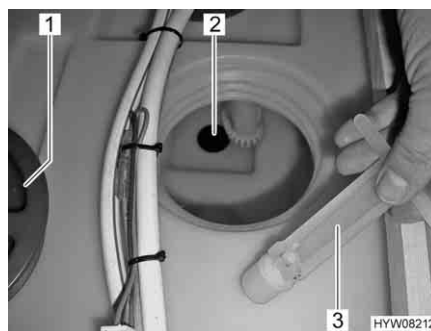

Fig. 163 Serbatoio dell'acqua, tappo di chiusura
- Svitare il coperchio (Fig. 163,1) del serbatoio dell'acqua.
- Inserire il tappo di chiusura (Fig. 163,3) nell'apertura di scarico (Fig. 163,2).